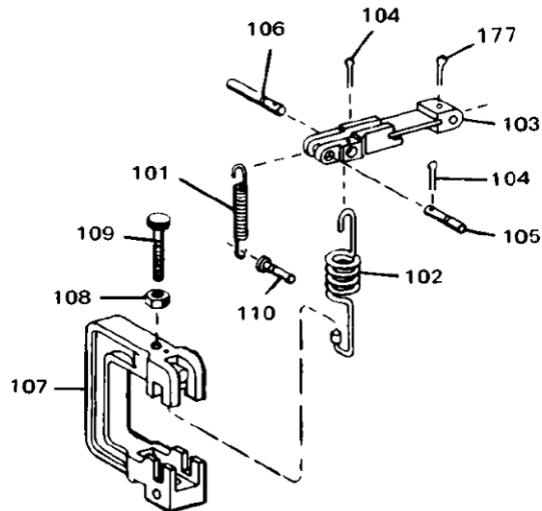

图 3-4. 低速调节分解图
只有当调速器停止时，松开并拧紧锁紧螺母 (108，图 3-4) 以调整低速止动螺钉 (109)。进行此调节时，如果调速器旋转，会导致先导阀柱塞合并到先导阀套管中。